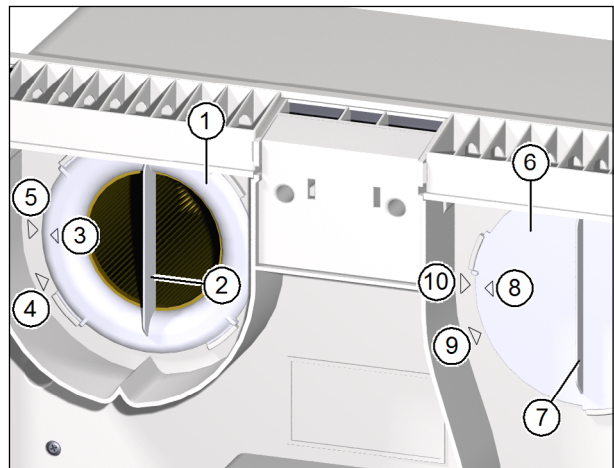

Abb. 14: Luftfilter entfernen
- ▶ Drehen Sie den Filterring (Pos. 1 in Abb. 14) an der Griffleiste (Pos. 2 in Abb. 14) gegen den Uhrzeigersinn, bis der Pfeil am Filterring (Pos. 3 in Abb. 14) auf den Pfeil der Entnahmeposition (Pos. 4 in Abb. 14) zeigt.
- ▶ Drehen Sie den Filterdeckel (Pos. 6 in Abb. 14) an der Griffleiste (Pos. 7 in Abb. 14) gegen den Uhrzeigersinn, bis der Pfeil (Pos. 8 in Abb. 14) am Filterdeckel auf den Pfeil der Entnahmeposition (Pos. 9 in Abb. 14) zeigt.
- ▶ Achten Sie darauf, dass der Filterring so orientiert ist, dass der Pfeil auf dem Filterring (Pos. 3 in Abb. 14 auf Seite 20) mit dem Pfeil der Entnahmeposition (Pos. 4 in Abb. 14 auf Seite 20) fluchtet.
- ▶ Drehen Sie den Filterring im Uhrzeigersinn bis der Pfeil auf dem Filterring (Pos. 3 in Abb. 14 auf Seite 20) mit dem Pfeil der Arretierposition (Pos. 5 in Abb. 14 auf Seite 20) fluchtet.
- ▶ Kontrollieren Sie die Position von Filterring und Filterdeckel. Die Griffleisten müssen senkrecht stehen und die Pfeile auf Filterring und Filterdeckel müssen mit den Pfeilen der Arretierposition fluchten (siehe Abb. 14 auf Seite 20).